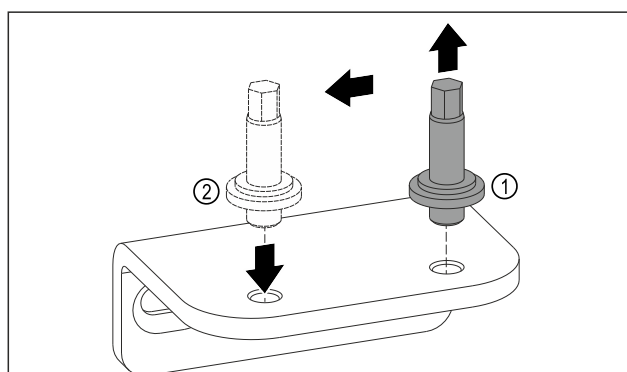

Fig. 13
- Svitare il perno del blocco inferiore di supporto con una chiave a esagono SW5. *Fig. 13 (1)*
- Inserire il perno sul lato opposto. *Fig. 13 (2)*